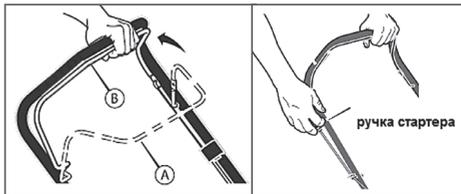

Рис. 10 Запуск двигателя
Перед запуском двигателя, несколько раз задействуйте рычаг остановки двигателя (Рис.10). Проверьте, что трос остановки двигателя движется свободно, и
3. Нажмите и удерживайте рычаг остановки двигателя левой рукой (Рис. 10 положение В).
4. Правой рукой, медленно вытягивая шнур стартера за ручку (Рис. 10), поверните коленчатый вал двигателя, пока не почувствуете сопротивление, затем медленно опустите ручку стартера вниз. Снова медленно потяните за ручку стартера, пока не почувствуете, что стартер вошел в зацепление с маховиком, после чего, резко и с усилием потяните за ручку стартера и запустите двигатель. При необходимости повторите. После запуска двигателя медленно и плавно верните ручку стартера на место.
Для остановки двигателя отпустите рычаг остановки двигателя (положение А Рис. 10).